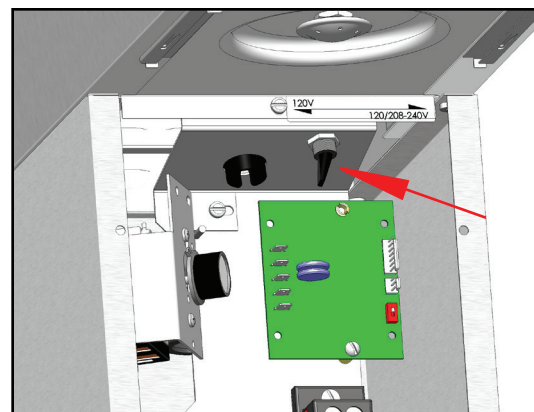

FIG. 5-1 Position de commutateur de tension double
4. Retirez le panneau avant sous les têtes de pulvérisation. (Sur les modèles à tension double, placez l'interrupteur à bascule sur la position correspondant à la tension utilisée. FIG 5-1).